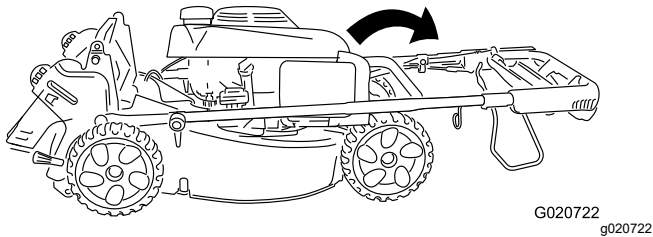

Figure 22
2. Faites pivoter tout le guidon en avant (Figure 22).